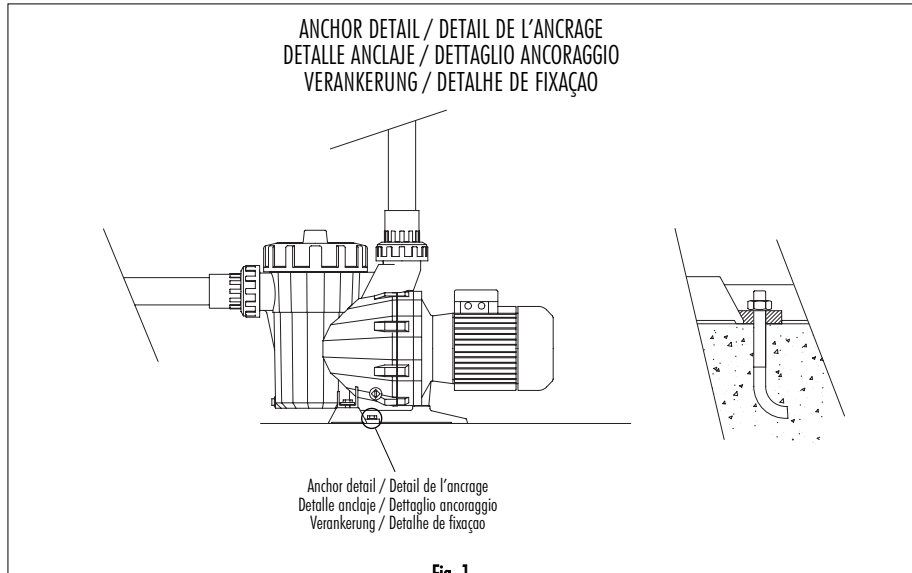

Fig. 1
- Todas as bombas estão equipadas com uma base com dois orifícios para poderem ser instalados no solo através de uma fixação (Fig. 1).